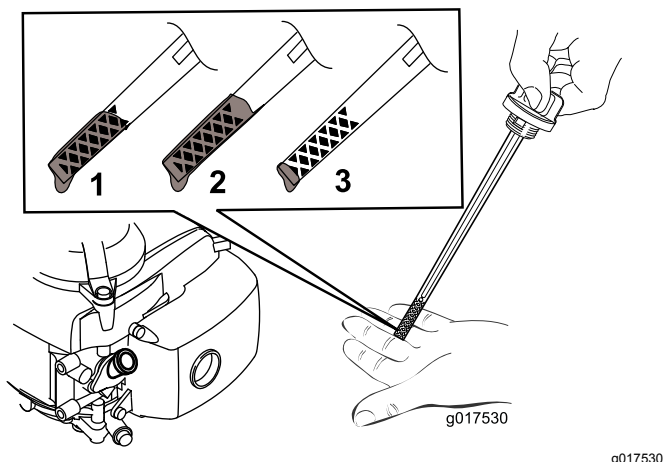

図 10
5. オイルの量の確認方法は **図 10**を参照。
**注** ディップスティックで量を確認しながら **図 10** に示される適正量までオイルを入れる。オイルを入れすぎてしまった場合には、**エンジンオイルの交換 (ページ 14)**の項に従って余分なオイルを抜き取ってください。